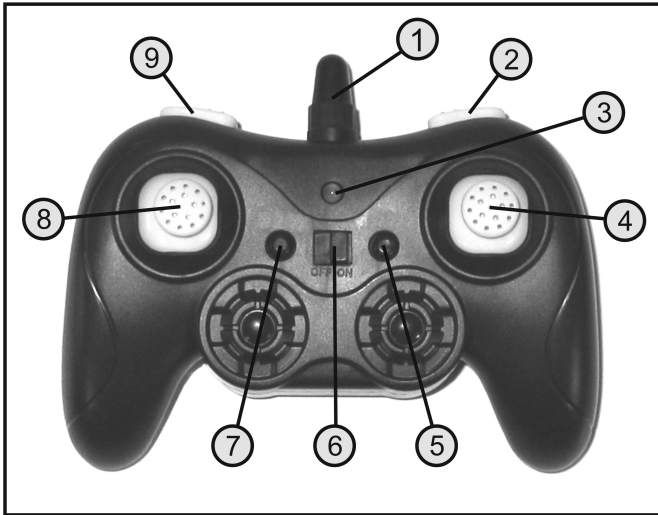

Figure 1
Poussez l'interrupteur marche/arrêt (voir aussi figure 1, pos. 6) de la position gauche « OFF » (arrêt) vers la position droite « ON » (marche).
Allumez l'émetteur à l'aide de l'interrupteur marche/arrêt (voir figure 1, pos. 6). La LED de l'émetteur se met à clignoter.